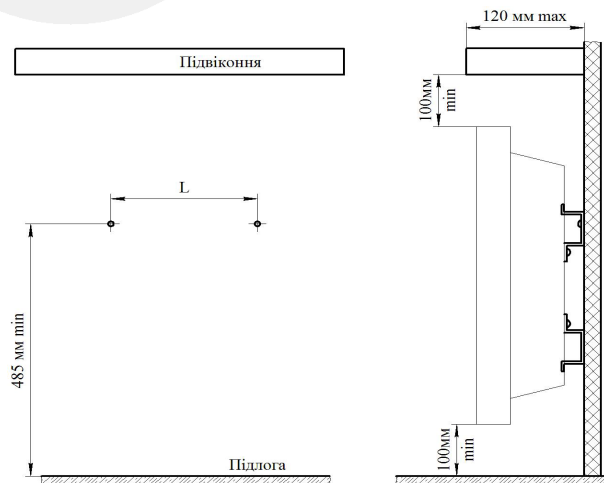

Рис. 1
4.5 Поєднайте отвори на верхніх кронштейнах конвектора з головками шурупів на стіні (рисунок 1) і надягніть конвектор на кронштейни. Перемістіть конвектор вгору і праворуч до упору, опустіть вниз. Конвектор зафіксований на кронштейнах.